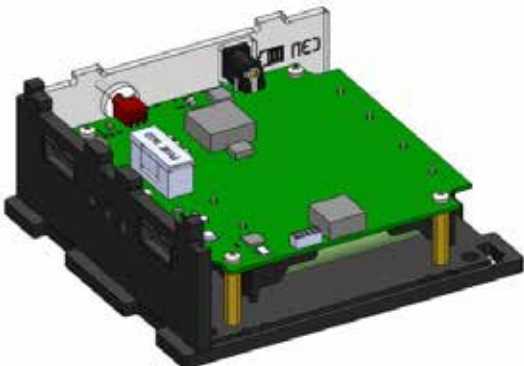

Рисунок 6. Крепление платы
5) Установить плату с боковой стенкой, панелью и аккумуляторами на нижнем основании. Для этого совместить выступы боковой стенки и панели с отверстиями в основании и защелкнуть. Плату закрепить винтами М3х8 с цилиндрической головкой (рисунок 6):